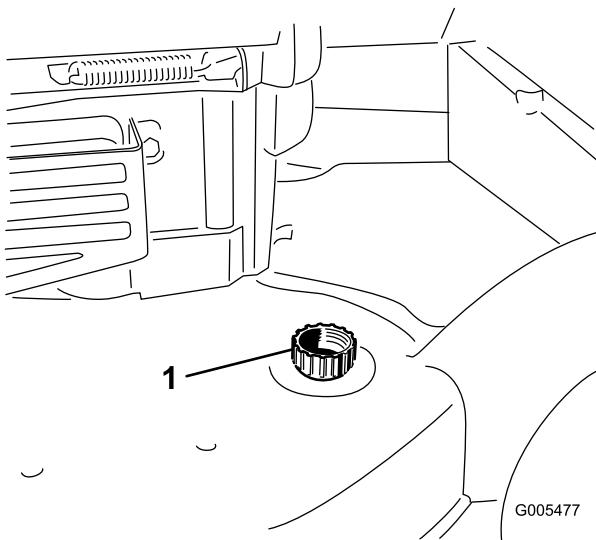

Bild 42
- Befestigen Sie einen Gartenschlauch, der an einen Wasserhahn angeschlossen ist, am Wasseranschluss (Bild 42).